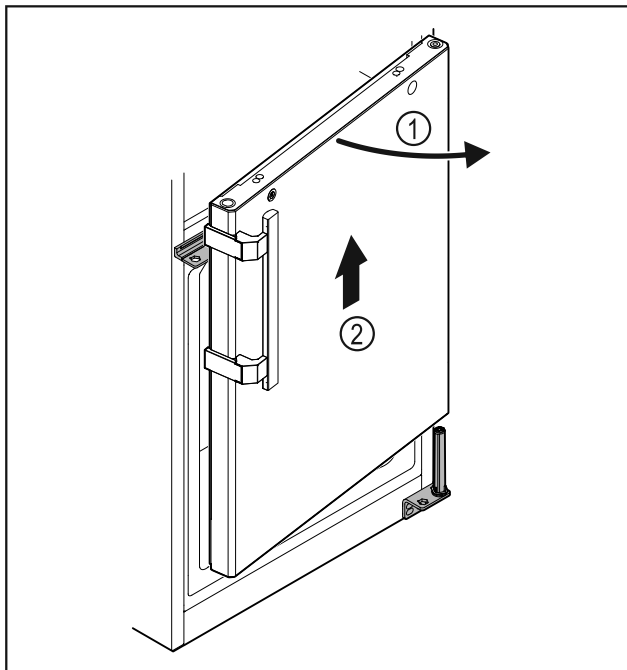

Fig. 32
- ▶ Ανοίξτε λίγο την πόρτα Fig. 32 (1), σηκώστε τη περίπου 200 mm ευθεία προς τα επάνω και αφαιρέστε τη Fig. 32 (2).